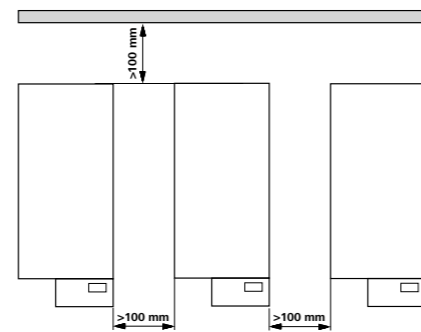

Fig. 2
- 确保仪器放置间距合理,仪器之间、仪器距离四周墙壁至少100 mm,仪器距离上方至少800 mm。(见 Fig. 2)